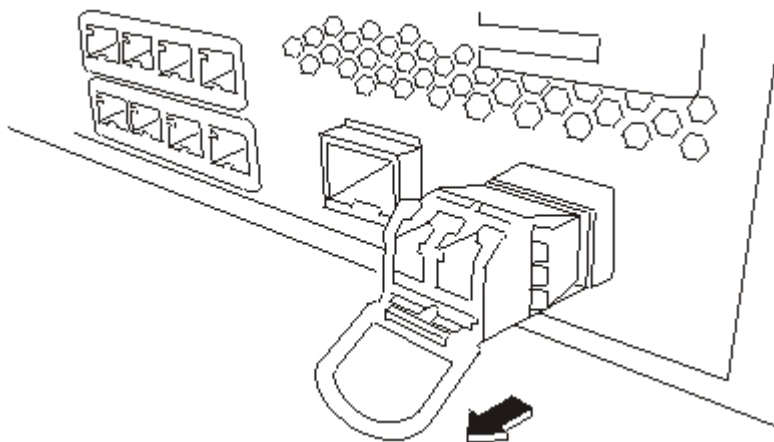

図 28. SFP トランシーバーの取り外し
3. 図 28 に示すように、トランシーバー前面にある青色のラッチを引き下げます。